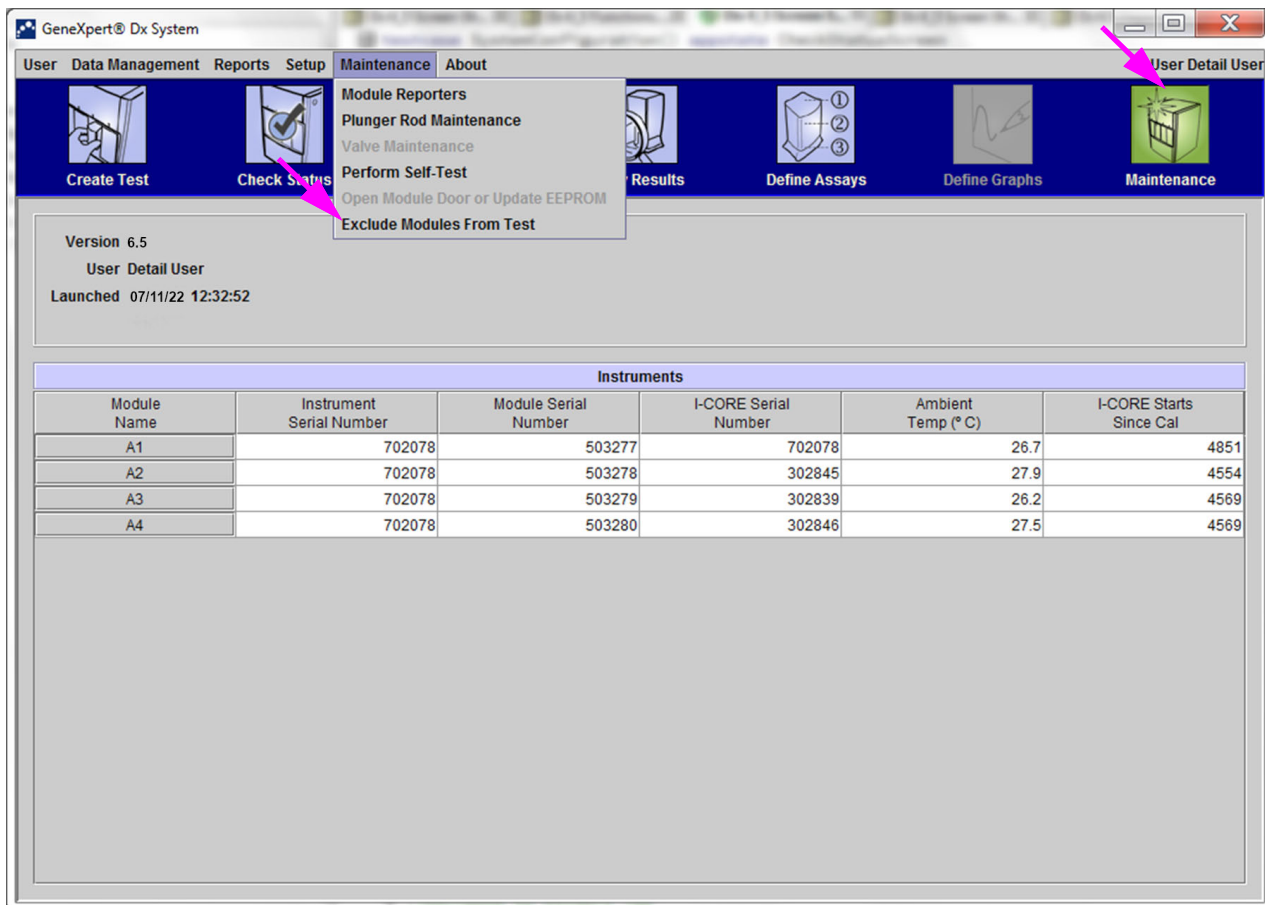

Figura 9-36. Fereastra sistemului GeneXpert Dx
2. În fereastra sistemului GeneXpert Dx, faceți clic pe pictograma **Întreținere (Maintenance)**. Apare ecranul **Întreținere (Maintenance)**. Consultați Figura 9-36.
- În fereastra sistemului GeneXpert Dx, faceți clic pe pictograma **Întreținere (Maintenance)**. Apare ecranul Întreținere (Maintenance). Consultați Figura 9-36.